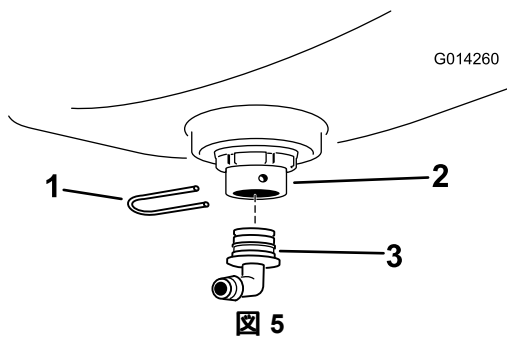

図 5
- バルクヘッドフィッティングに 90° フィッティングを取り付け、この 90° フィッティングをリテーナフォークで固定する 図 5。